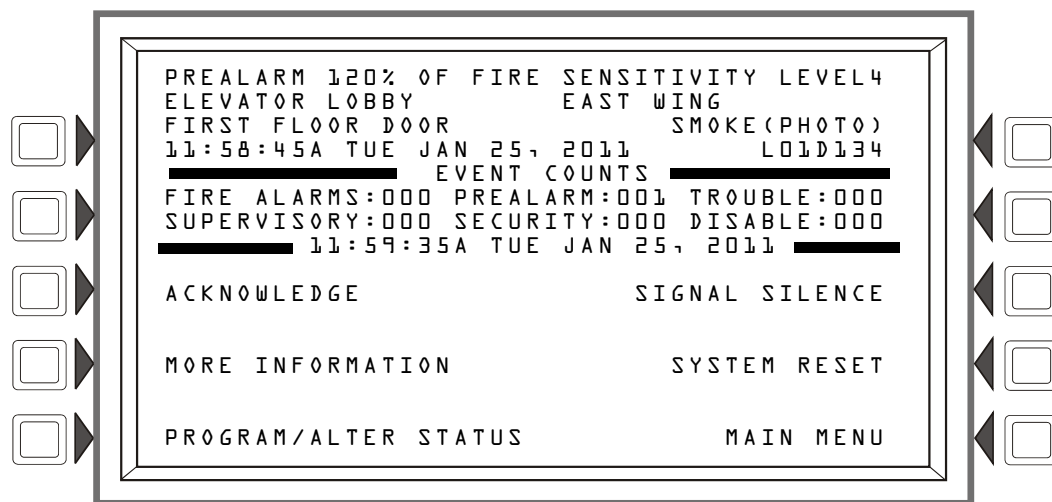

Figura 2.5 Ejemplo de mensaje de Pre-alarma
- Muestra PREALARMA en el extremo superior izquierdo del LCD, al igual que la lectura de sensibilidad, el código de tipo y otra información específica del detector, tal como se muestra en la Figura 2.5.